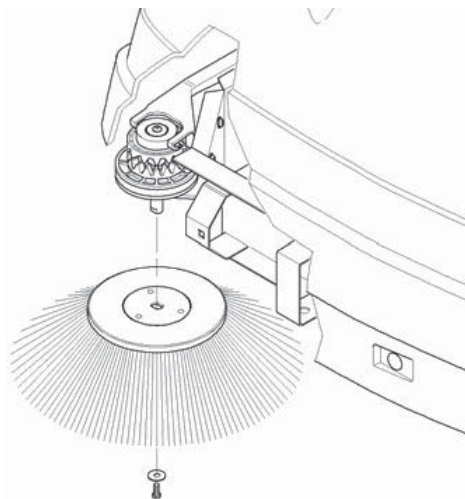

Abb. 2
- Den Besen auf die Welle setzen (Abb. 2).